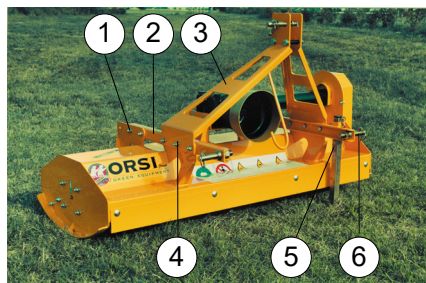
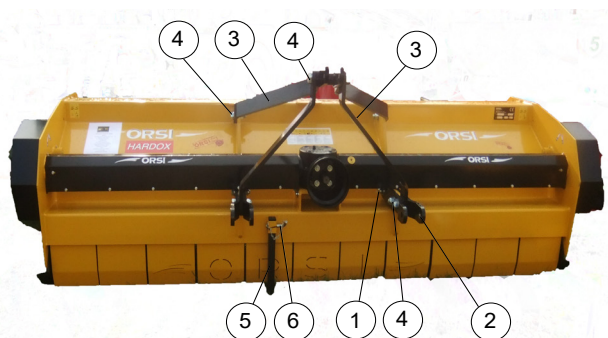

Fig.27
Fig.28
Se la macchina è stata spedita smontata occorre installare il gruppo di spostamento sulla struttura ("Fig.27", "Fig.28")
- Montare le staffe (2, "Fig.27", "Fig.28") sulla struttura. Avvitare le viti (1, "Fig.27", "Fig.28")
- Avvicinare il gruppo di spostamento (3, "Fig.27", "Fig.28") alle staffe. Avvitare le viti (4, "Fig.27", "Fig.28")
- Inserire i piedi di appoggio (5, "Fig.27", "Fig.28") e regolare l'altezza da terra. Inserire i perni (6, "Fig.27", "Fig.28"). Bloccare i perni con la copiglia in dotazione. La macchina deve appoggiare a terra in modo stabile.
If the machine was shipped disassembled need to install the shifting unit structure. ("Fig.27", "Fig.28")
- Mount the brackets (2, "Fig.27", "Fig.28") on the structure. Tighten the screws (1, "Fig.27", "Fig.28")
- Bring the side shift unit (3, "Fig.27", "Fig.28") near to the brackets. Tighten the screws (4, "Fig.27", "Fig.28")
- Insert the support feet (5, "Fig.27", "Fig.28") and adjust the height from ground. Insert the pins (6, "Fig.27", "Fig.28"). To stop the pivots with the copiglia in endowment. The machine must rest on the ground in a stable manner.
Si la machine a été livrée démontée il faut monter le groupe de déplacement. ("Fig.27", "Fig.28")
- Monter les étriers (2, "Fig.27", "Fig.28") sur la structure. Visser les vis (1, "Fig.27", "Fig.28")
- Approcher le groupe de déplacement (3, "Fig.27", "Fig.28") aux étriers. Visser les vis (4, "Fig.27", "Fig.28")
- Insérer les pieds d'appui (5, "Fig.27", "Fig.28") et régler la hauteur de terre. Insérer les goupilles (6, "Fig.27", "Fig.28"). Bloquer les goupilles avec la goupille en dotation. La machine doit être posée par terre d'un façon stable.
Wenn die Maschine zerlegt ausgeliefert wurde, notwendig ist, um die Struktur, die Seitenverschiebung installiert. ("Fig.27", "Fig.28")
- Die Halterungen (2, "Fig.27", "Fig.28") über Struktur. Ziehen Sie die Schraube (1, "Fig.27", "Fig.28")
- Bringen der Gruppe der Verschiebung (1, "Fig.27", "Fig.28") an den Halterungen. Ziehen Sie die Schraube (4, "Fig.27", "Fig.28")
- Setzen Sie die Stützfüße (3, "Fig.27", "Fig.28") und passen Sie die Fahrzeughöhe. die Bolzen einfügen (2, "Fig.27", "Fig.28"). Sperren Sie die Bolzen mit Federstecker geliefert. Die Maschine ist auf dem Boden in einer stabilen Weise ruhen.
Si la máquina ha sido enviada bajada hace falta instalar el grupo de desplazamiento sobre la estructura. ("Fig.27", "Fig.28")
- Montar los soportes (2, "Fig.27", "Fig.28") sobre la estructura. Atornillar los tornillos (1, "Fig.27", "Fig.28")
- Llevar el desplazamiento (1, "Fig.27", "Fig.28") a los soportes. Atornillar los tornillos (4, "Fig.27", "Fig.28")
- Insertar los pies de apoyo (3, "Fig.27", "Fig.28") y regular la altura desde el suelo. Insertar los goznes (2, "Fig.27", "Fig.28"). Parar los goznes con el copiglia en dotación. La máquina tiene que apoyar a tierra de modo estable.
Se a máquina foi enviada desmontada, a unidade de deslocamento deve ser instalada na armação ("Fig.27", "Fig.28")
- Montar os suportes (2, "Fig.27", "Fig.28") sobre a armação. Apertar os parafusos (1, "Fig.27", "Fig.28")
- Aproximar a unidade de deslocamento (3, "Fig.27", "Fig.28") dos suportes. Apertar os parafusos (4, "Fig.27", "Fig.28")
- Inserir os pés de apoio (5, "Fig.27", "Fig.28") e ajustar a altura a partir do chão. Inserir os pinos (6, "Fig.27", "Fig.28"). Fixar os pinos com o pino de contrapino fornecido. A máquina deve repousar de modo estável no chão.